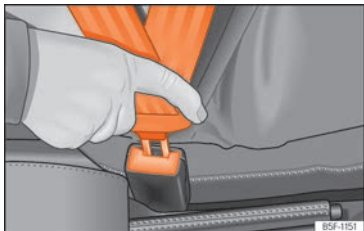

Abb. 9 Schlosszunge des Sicherheitsgurts in das Gurtschloss einstecken.
- Schlosszunge fest in das zum Sitzplatz gehörende Gurtschloss stecken »» **Abb. 9**.